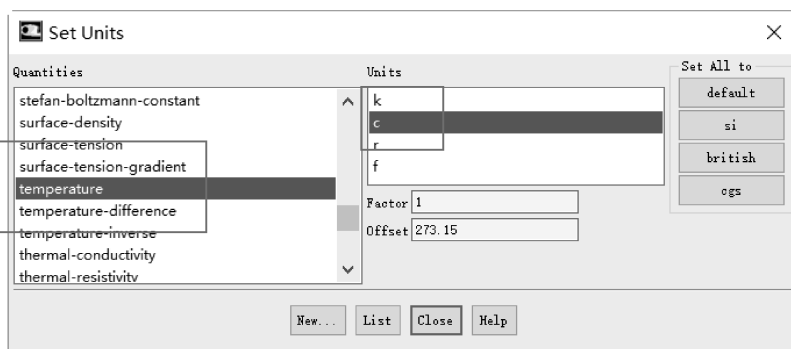

图 11-120 单位设置
(2) 单击 Ribbon 功能区【Setting Up Domain】→【Units...】→【Set Units】→【Quantities】→【Length】= mm，【temperature】= c，单击【Close】退出窗口，如图 11-120 所示。